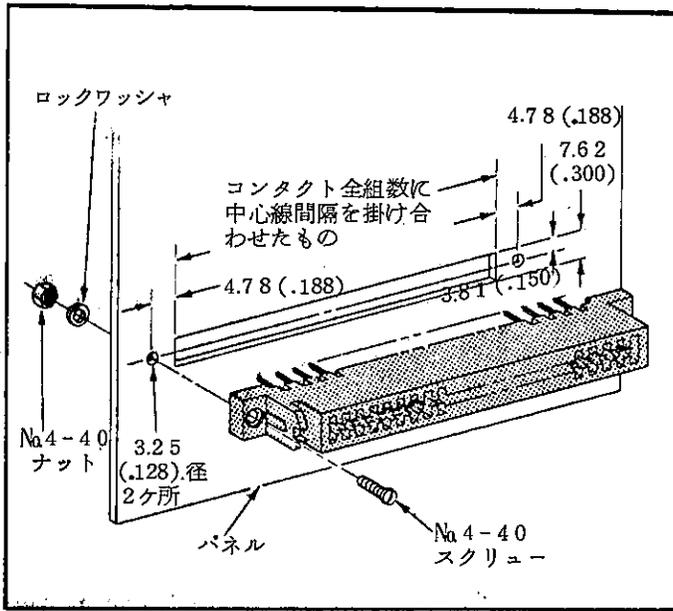

FIG. 6
1. Fig.6に示してある寸法に従って、パネル上に取付用のレイアウトを設定して下さい。
2. パネルの前面にコネクタを置き、#4-40のねじ、ロックワッシャ、ナットを使用してFig.6のように固定して下さい。